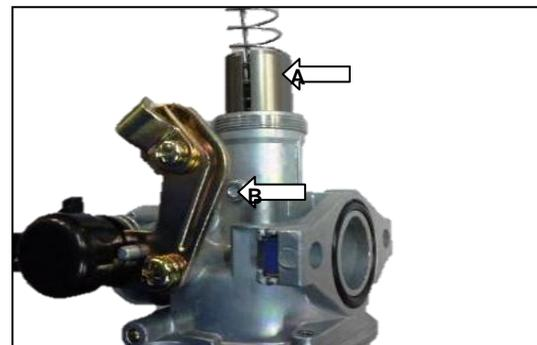

Fig. 8.45
- Alinee la ranura **[A]** de la cortina con la guía **[B]** del carburador. **Fig. 8.45**